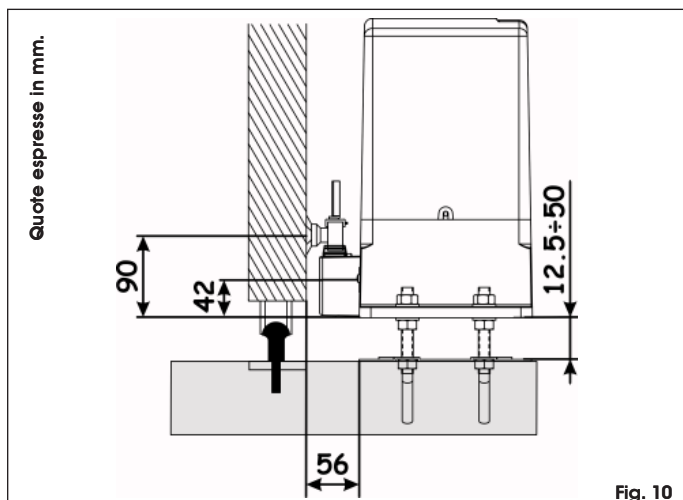

Fig. 10
3. Registrare l'altezza del motoriduttore e la distanza dal cancello con riferimento alle quote di Fig.10.